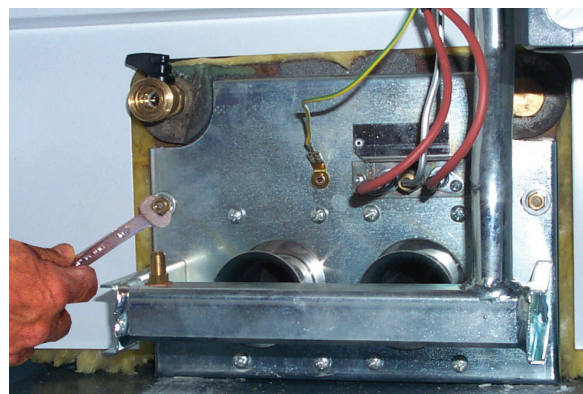

fig. 8
5. Dévisser les deux écrous fixant la porte de la chambre de combustion aux éléments en fonte de la chaudière (fig. 8)